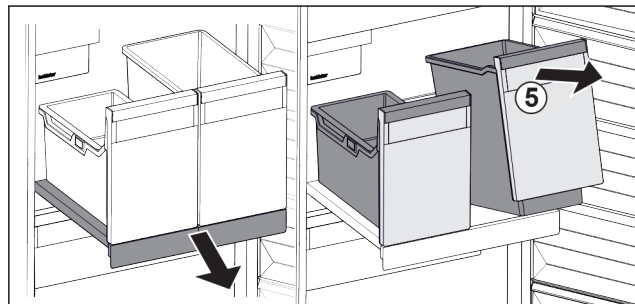

Fig. 118
- Nádobu Fig. 118 (5) vpředu nadvzděňte.